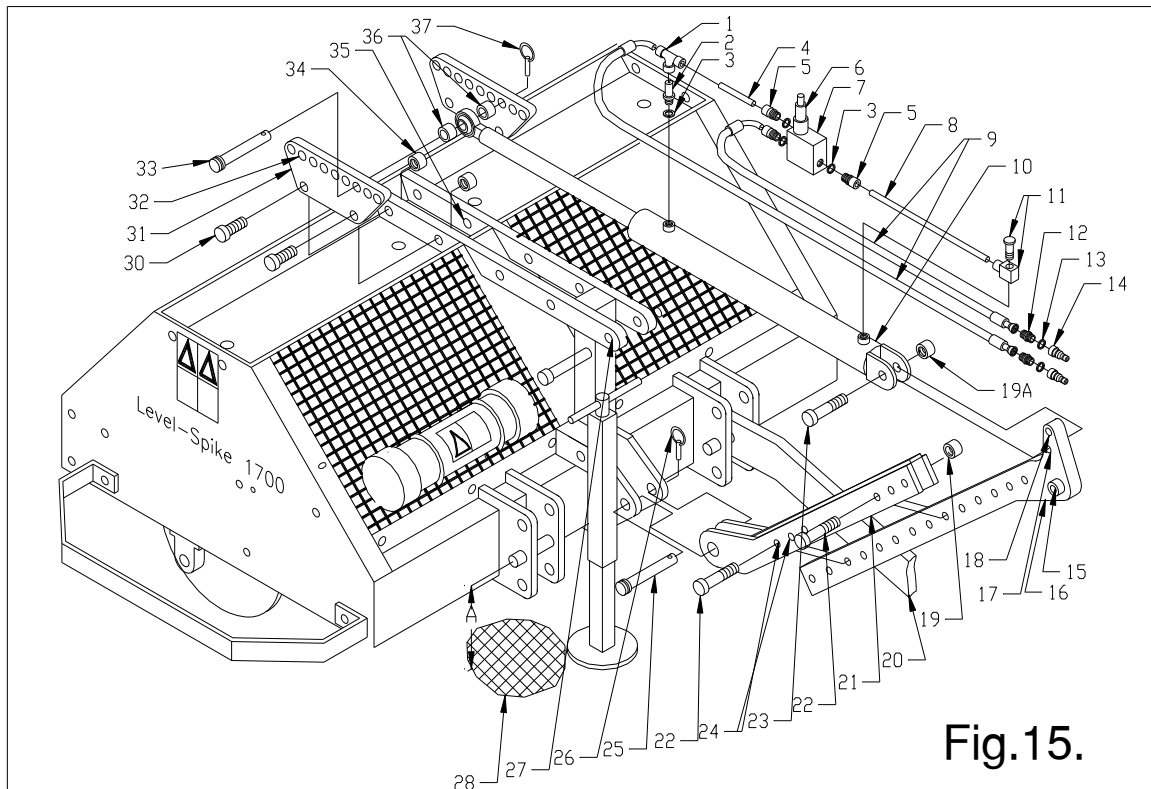

Fig.15.
11.6 GEWICHTS OVERDRACHT SYSTEEM, Zie fig.15.
Monteer de onderdelen op de hydraulische cilinder, zie fig. 15. De stroomregelaar 2 wordt in de cilinder 10 geschroefd. Gebruik koper ring 3. Monteer de drie puntstukken 5, in het druk reduceerventiel 7, gebruik koper ringen 3. Monteer de leidingen 4/8 tussen de puntstukken 5, T stuk 1 en de banjo 11. Monteer uiteindelijk alles op de cilinder. Wanneer alles past draai alle verbindingen vast, en zorg daarbij dat het reduceerventiel verticaal gemonteerd wordt. Vervolgens kunnen de slangen aan T stuk 1 en puntstuk 5 gemonteerd worden. Monteer aan het andere eind van de slang de draad nippels met daar aan de snelsluitingen, gebruik daarbij koper ring 13. Wanneer alles is aangedraaid is de cilinder gereed voor gebruik.
Monteer de symmetrische platen 31 met bouten 30 en moeren 34 op de standaard gaten 35 in de machine zoals aangegeven in fig. 15.